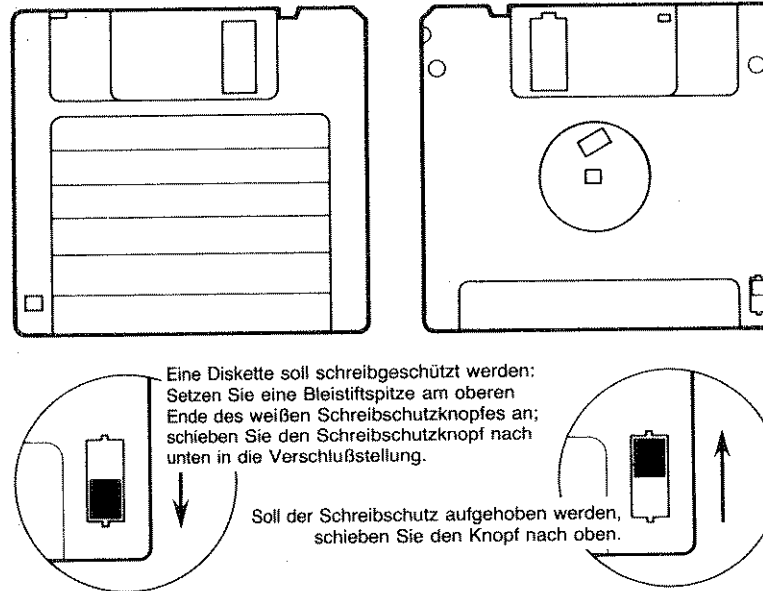
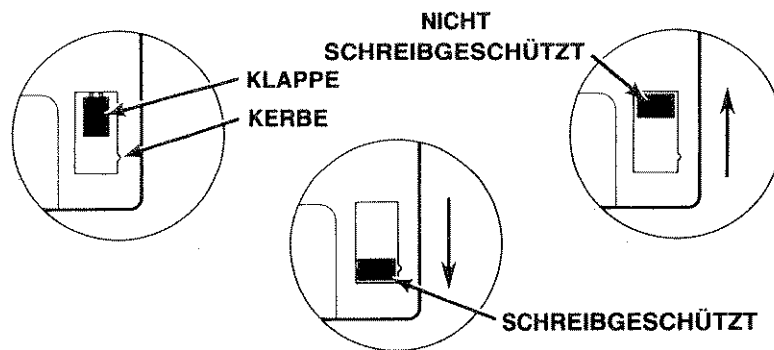

Abbildung 6: Schreibschutzknopf des Geräts HP 9122
Abbildung 7: Schreibe- und Schreibschutzklappe des Geräts HP 9121
- Beachten Sie Abbildung 6 für den Schreibschutz einer doppelseitig beschreibbaren Diskette und Abbildung 7 für den Schreibschutz einer einseitig beschreibbaren Diskette. Die Diskette ist schreibgeschützt, indem Sie den roten Plastikknopf nach unten schieben.